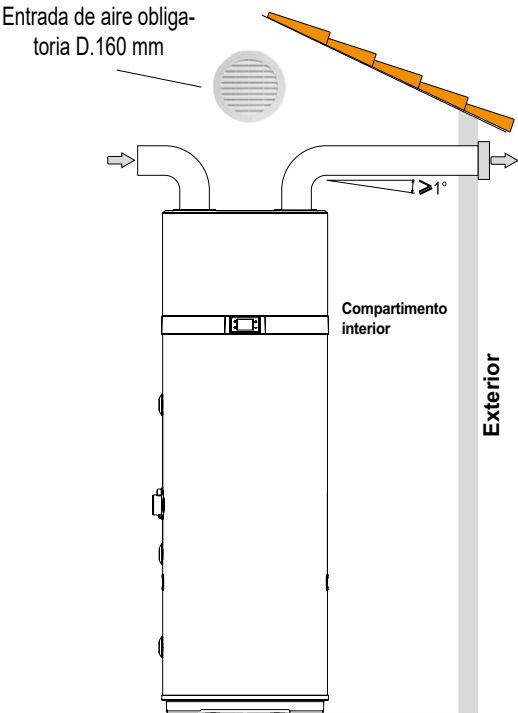

fig. 51 -Ejemplo de conexión de salida de aire
- Realizar un canal de aire dedicado como se indica en la fig. 51.